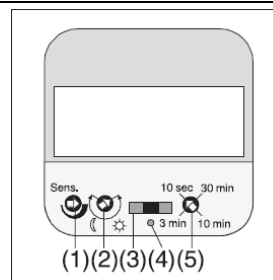

Bild 22
Die Nachlaufzeit kann in einem Bereich von ca. 10 Sekunden bis ca. 30 Minuten eingestellt werden. Die Einstellung erfolgt nichtlinear, längere Zeiten können nur in einem relativ groben Raster vorgegeben werden. Um die Nachlaufzeit zu verändern, drehen Sie Potentiometer (5) in die gewünschte Richtung (Bild 22).